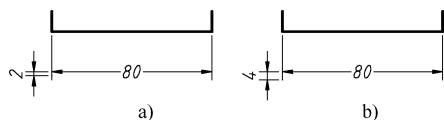

图 9-13 尺寸界线超出尺寸线示例
- “超出尺寸线” 文本框：用于设置尺寸界线超出尺寸的长度，如图 9-13 所示。